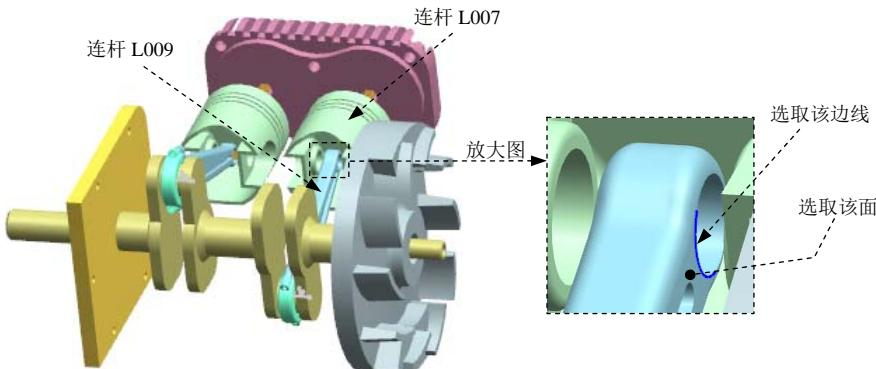

图 10.4.17 定义柱面副（一）
(1) 定义运动副类型。在运动导航器中显示连杆 L001，然后将连杆 L002 进行隐藏，在“运动副”对话框 **定义** 选项卡的 **类型** 下拉列表中选择  **柱面副** 选项。
(2) 选择连杆。选取图 10.4.17 所示的连杆 L009。
(3) 定义原点及矢量。在“运动副”对话框的 **指定原点** 下拉列表中选取“圆弧中心” 选项，在模型中选取图 10.4.17 所示的圆弧为定位原点参照；选取图 10.4.17 所示的面作为矢量参考面。
(4) 添加啮合连杆。在“运动副”对话框的**基本**区域中选中 **啮合连杆**复选框，单击**选择连杆 (0)**，选取图 10.4.17 所示的连杆 L007。
(5) 定义啮合连杆原点及矢量。在“运动副”对话框**基本**区域的 **指定原点**下拉列表中选取“圆弧中心” 选项，在模型中选取图 10.4.17 所示的圆弧为定位原点参照；选取图 10.4.17 所示的面作为矢量参考面。
(6) 单击**应用**按钮，完成第五个运动副的添加。